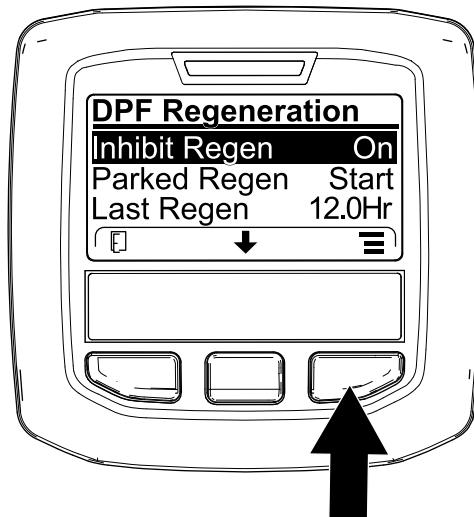
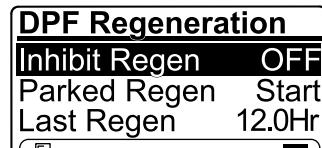

図 39
図 40
- DPF Regeneration メニューで、中央ボタンを押して再生禁止 INHIBIT REGEN オプションに移動し、右ボタンで中に入る 図 39。
- 右ボタンを使って、設定をを、ON から OFF 図 39または OFF から ON に変える 図 40。